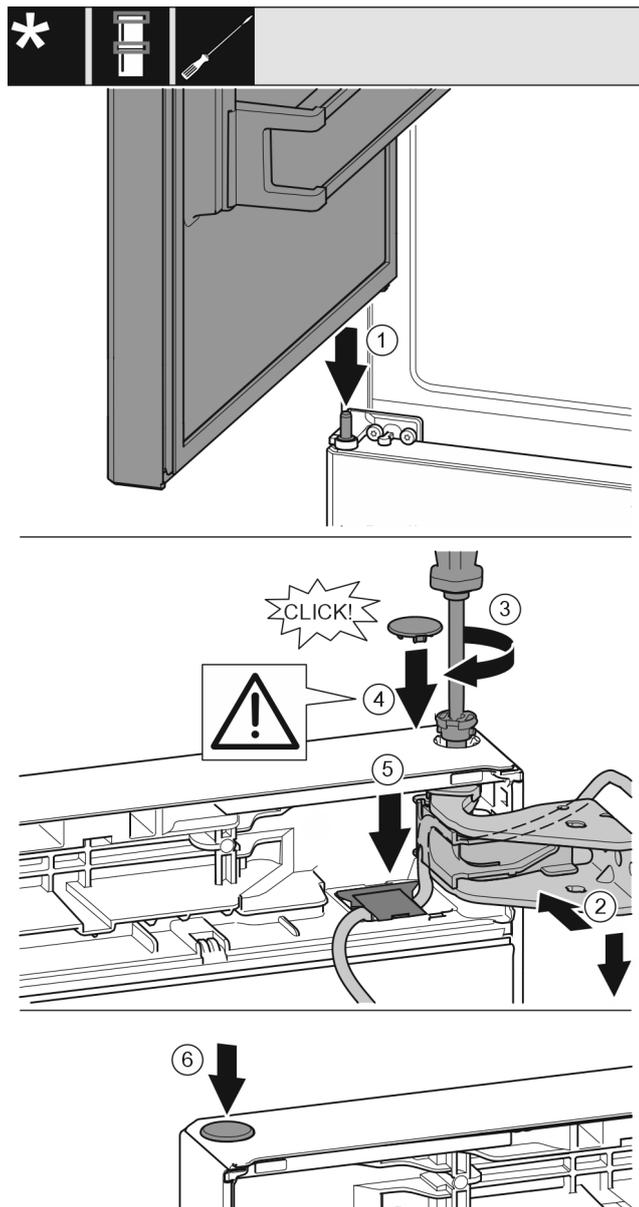

Fig. 40
- ▶ Coloque la puerta superior sobre el perno de cojinete intermedio Fig. 40 (1)
- ▶ Alinee la parte superior de la puerta respecto a la abertura en el soporte de cojinete. Fig. 40 (2)
- ▶ Introduzca el perno y atorníllelo con el destornillador T15. Fig. 40 (3)
- ▶ Montar la cubierta del seguro para asegurar la puerta: introduzca la cubierta del seguro y compruebe si descansa sobre la puerta. De lo contrario, introduzca por completo el perno. Fig. 40 (4)
- ▶ Vuelva a colocar la cubierta y presiónela hacia abajo hasta que encaje en su lugar. Fig. 40 (5)
- ▶ Coloque el tapón. Fig. 40 (6)